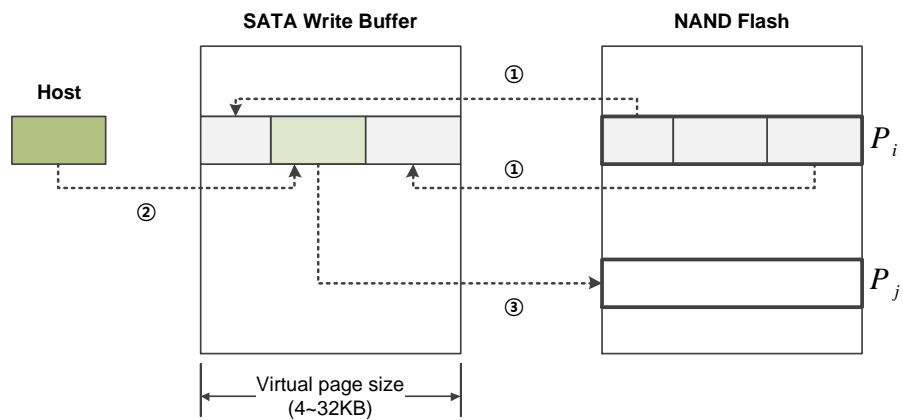

Figure 16) Write operation in Tutorial FTL
아래 Figure 16 는 $VPAGE$ 크기 보다 작은 단위의 쓰기 요청에 대한 연산과정을 보여준다. 먼저, 읽기 연산과 마찬가지로 FTL 은 hardware event queue 를 폴링(polling)하여 쓰기 요청을 가져온다. 그리고 주소 매핑 테이블에 접근하여 기존 데이터가 존재하는지 확인한다. 만약, 이미 동일 LPN 에 대한 기존 데이터가 존재한다면 과정 ①처럼 해당 페이지 내의 새로운 섹터를 제외한 나머지 사용자 데이터(이를 left hole 및 right hole sectors 라 부름)를 SATA write 버퍼에 올린다. 그리고 과정 ②와 같이 하드웨어로 하여금 호스트로부터 새로운 사용자 데이터 도착을 기다렸다가 빈 페이지에 함께 기록한다. 만약, 기존 데이터가 존재하지 않거나, 페이지 크기만큼의 쓰기 연산을 수행해야 한다면 과정 ①은 생략된다.